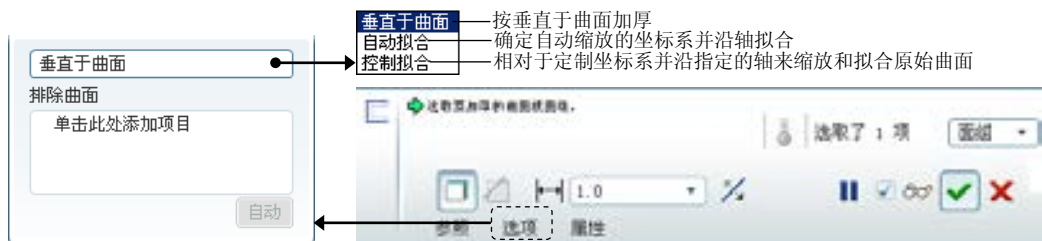

图 6.6.9 操控板
Step3. 选择下拉菜单 **编辑(E)** → **加厚(K)...** 命令，系统弹出图 6.6.9 所示的特征操控板。